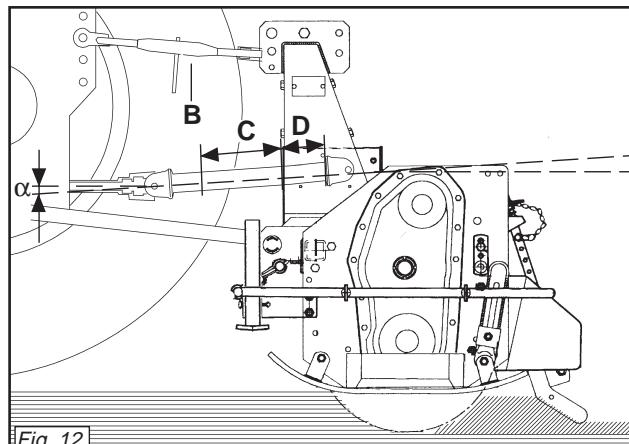
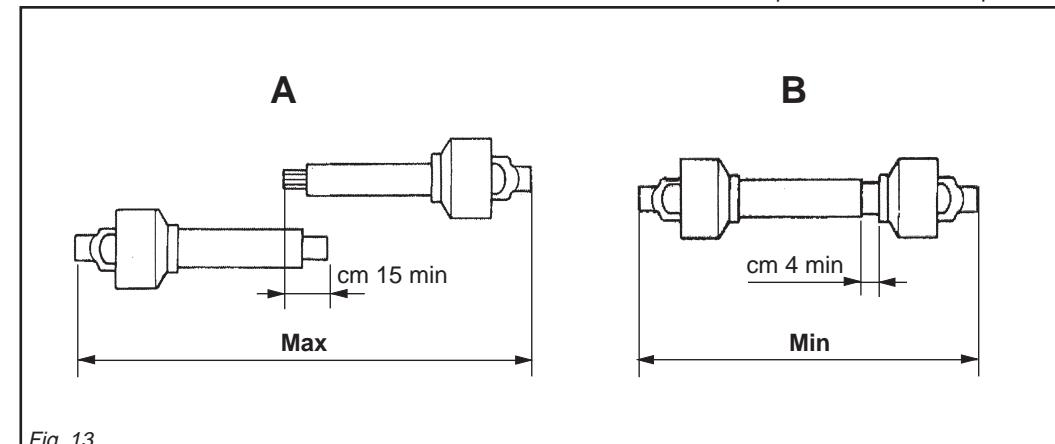

Fig. 12
Fig. 13
Per fare ciò aumentare o diminuire la lunghezza della barra superiore dell'attacco (B Fig. 12) in modo da portare l'asse (X Fig. 12) della ghiera scanalata della scatola parallela al suolo.
- I due angoli ( $\alpha$  Fig. 12) formati dalle assi delle forcelle e l'asse dei tubi scorrevoli saranno uguali e non dovranno superare i  $10^\circ$ .
- La copertura (C Fig. 12) dei tubi scorrevoli deve essere di 15 cm minimo (Fig. 13).
- I due tubi dell'albero di trasmissione a cardano non si devono ricoprire completamente, una corsa di sicurezza (D Fig. 12) di 4 cm minimo deve sussistere.
*To achieve this, increase or decrease the length of the top bar of the hitch (B Fig. 12) so as to set the axis (X Fig. 12) of the housing's grooved ring nut parallel to the ground.*
- *The two angles ( $\alpha$  Fig. 12) formed by the fork axes and the axis of the sliding tubes will be equal and must not exceed  $10^\circ$ .*
- *The sliding tubes (C Fig. 12) must overlap by at least 15 cm (Fig. 13).*
- *The two tubes of the driveline shaft must not fully overlap. There must always be a safety travel (D Fig. 12) of at least 4 cm.*
**Um dies zu erhalten, die Länge der oberen Kupplungsstange (B Abb. 12) erhöhen oder verringern, bis die Achse (X Abb. 12) der Keilmutter des Gehäuses parallel zum Boden steht.**
- **Die beiden Winkel ( $\alpha$  Abb. 12), die aus den Achsen der Gabeln und der Achse der Gleitrohre bestehen, müssen gleich groß sein und dürfen auf keinen Fall größer als  $10^\circ$  sein.**
- **Die Überdeckung (C Abb. 12) der Gleitrohre muss mindestens 15 cm ausmachen (Abb. 13).**
- **Die beiden Rohre der Gelenkwelle dürfen sich nicht ganz überdecken. Es muss noch einen Sicherheitshub (D Abb. 12) von mindestens 4 cm geben.**
**Pour obtenir cette condition augmenter ou diminuer la longueur de la barre supérieure de l'attelage (B Fig. 12) de manière à ce que l'axe (X Fig. 12) de la bague cannelé de la boîte soit parallèle au sol.**
- **Les deux angles ( $\alpha$  Fig. 12) formés par les axes des fourches et l'axe des tubes coulissants doivent être identiques et ne doivent pas dépasser  $10^\circ$ .**
- **La couverture (C Fig. 12) des tubes coulissants doit être au minimum de 15 mm (Fig. 13).**
- La cobertura (C Fig. 12) de los tubos corredizos debe ser como mínimo de 15 cm (Fig. 13).
Quando esso è inserito al massimo, il gioco minimo consentito deve essere di 4 cm. (Fig. 13).
When fully inserted, the minimum play must be 4 cm. (Fig. 13).
Wenn die Gelenkwelle so weit wie möglich auseinandergezogen ist, müssen die beiden Teile sich noch um wenigstens 15 cm überlappen. Wenn die beiden Teile ganz zusammengeschoben sind, muß das kleinstmögliche Spiel 4 cm ausmachen. (Abb. 13).